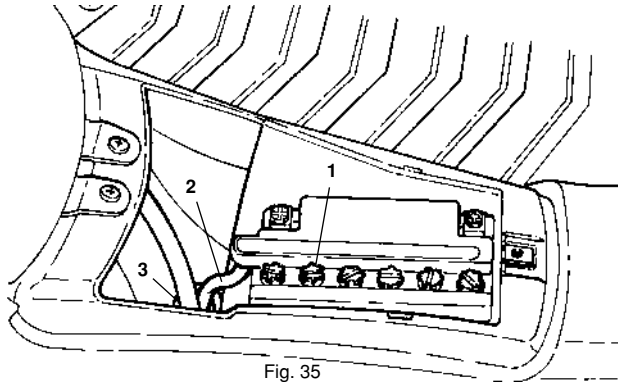

Fig. 35
- Um an die Batterie gelangen zu können, muss der Deckel zum Batterieraum in der Fahrzeugmitte oberhalb des Trittbrettes (Fig. 35) entfernt werden. Für die Kontrolle des Batterieflüssigkeitsstand muss die Batterie aus ihrem Sitz genommen werden.
- Liegt der Batterieflüssigkeitsstand unterhalb der MIN-Markierung, die Batterieverschlüsse (1 - Fig. 35) aufschrauben und mit destilliertem Wasser auffüllen.
- Beim Wiedereinbau der Batterie darauf achten, dass die Entlüftungsleitung (2 - Fig. 35) richtig an die Batterie angeschlossen ist und nicht verbogen, gequetscht oder verstopft ist.